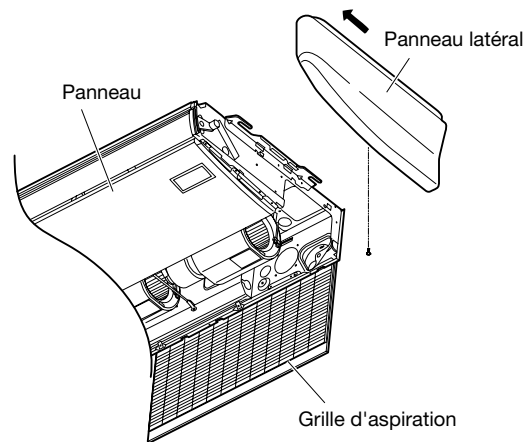

Fig. 3-7
1. Pour retirer le panneau latéral, ouvrez la grille d'aspiration et enlevez la vis. Ensuite, retirez le panneau latéral en le déplaçant vers l'avant (sens de la flèche). (Fig. 3-7)